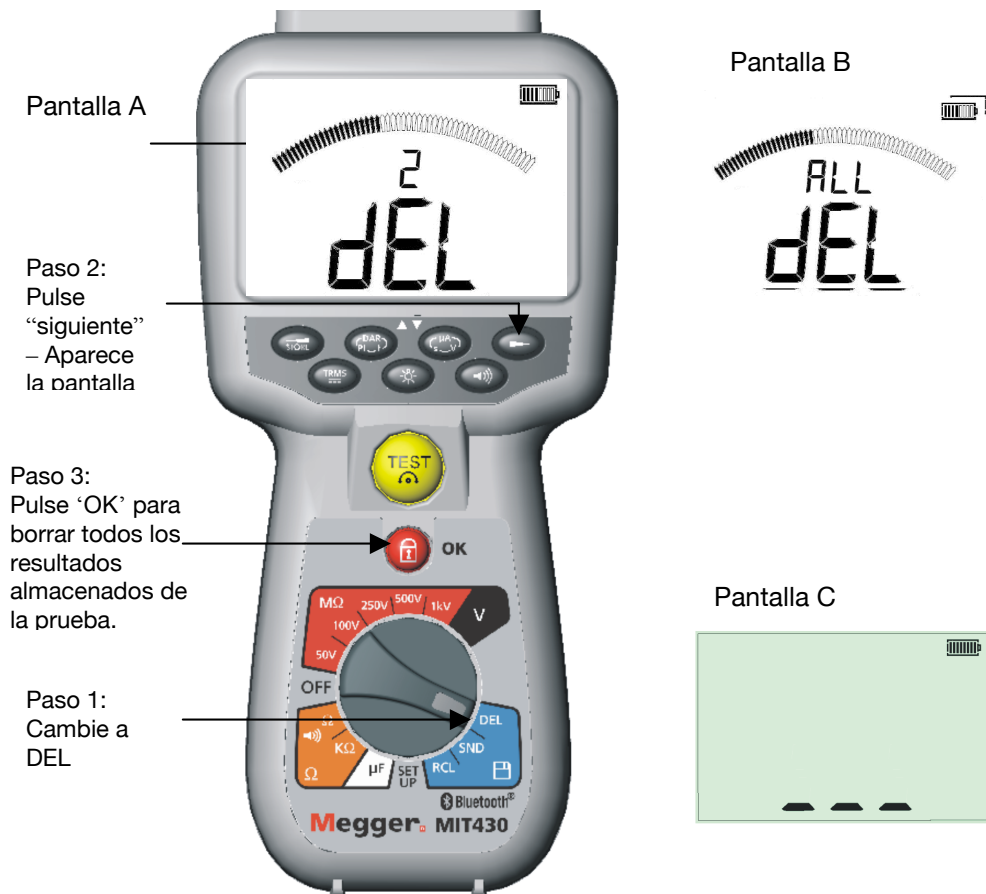

Figura 17, Cómo borrar todos los resultados de la prueba
16.2 Procedimiento para borrar todos los resultados de la prueba (Consulte la Figura 17)
3. Pulse "OK" para borrar todos los resultados de la prueba. Observe que la barra de progreso disminuye a medida que se borra el contenido de la memoria. Vea la figura 17, pantalla C.
4. Al finalizar el progreso de borrado, el visor indica tres rayas que significan que no queda ningún resultado almacenado. Vea la figura 17, pantalla D.